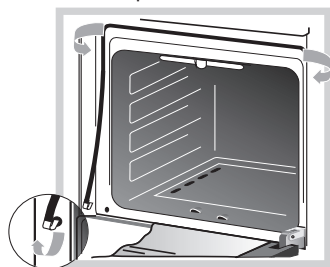

Рис. 17
- Когда моете духовку, будьте аккуратны - не повредите резиновое уплотнение. Его можно снять, вынув скобы из отверстий (рис. 17).